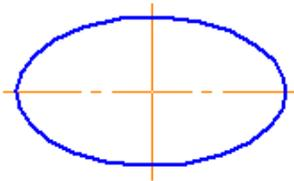

Рисунок 67. Обозначение центра в виде двух пересекающихся осей.
- команда для обозначения центра окружностей, дуг, эллипсов, прямоугольников и пр. По умолчанию обозначение центра формируется в виде двух пересекающихся осей (рис. 67).